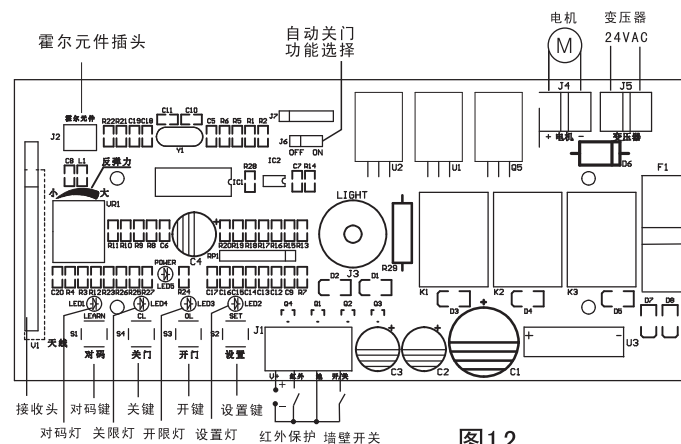

图12
3. 观察电源指示灯: 打开机壳, 电源接通时电源指示灯(Power)(图12)闪亮。
将自动关门功能选择跳线(J6)跳至ON位置(图12),车库门3分钟后自动关门,将跳线(J6)跳至OFF位置,取消自动关门。
关门反弹力可通过反弹力调节旋钮设置(图12),顺时针力量逐渐增大,逆时针力量逐渐减小。
- 3) 关闭开门机电源，将接收器、发射器引出线顺墙面接到开门机控制板的相应接线端（图12）；接通电源，仔细调整接收器、发射器位置，直到接收器红灯熄灭，此时光束对准，红外保护系统能有效工作。
2. 墙壁开关的安装(图12)